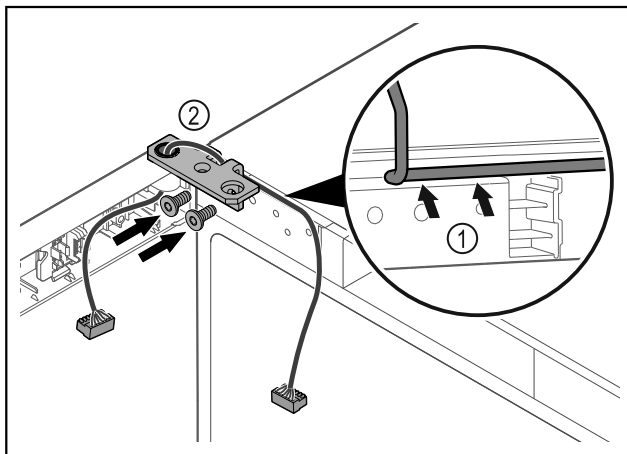

Fig. 44
- ▶ Prakiškite laidą pro šarnyrinio kampuočio angą ir atsargiai nutieskite Fig. 44 (1).
- ▶ Prisukite šarnyrinį kampuočių Fig. 44 (2).